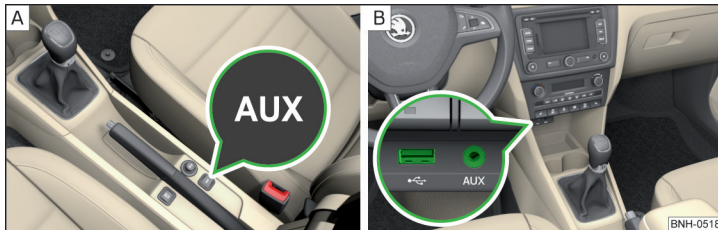

Abb. 81 Einbauorte der Eingänge: AUX / MDI (AUX und USB)
Der USB-Eingang befindet sich oberhalb des Ablagefachs in der Mittelkonsole vorn » Abb. 81 - B und ist mit dem Symbol  gekennzeichnet.
- Zwischen den Sitzen in der Mittelkonsole vorn » Abb. 81 - A.
- Oberhalb des Ablagefachs in der Mittelkonsole vorn » Abb. 81 - B.